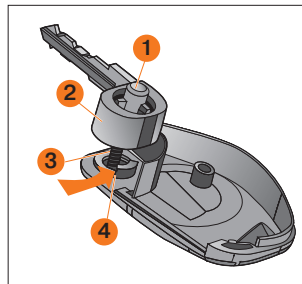

Рис. 5. Устройство ключа с ПДУ
Во время разъединения корпусов ключа под воздействием пружины кнопки ключа **3** (рис. 5), головка ключа **2** и кнопка ключа **1** выпадут со своих штатных мест.
6. Вставить кнопку ключа **1** (рис. 5) в головку ключа **2**, совместив выступы кнопки с пазами головки ключа. Перед соединением верхнего корпуса ключа с нижним в кнопку ключа вставить пружину кнопки ключа **3**, совместив ус пружины с зацепами внутри кнопки.
7. Совместить выступающий наружу ус пружины **3** с пазом нижнего корпуса ключа **4**, обозначенным стрелкой (рис. 5).